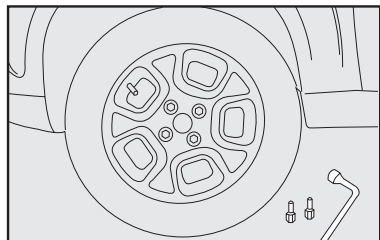

fig. 8
10) Apriete los tornillos, utilizando la llave especial **fig. 8**.